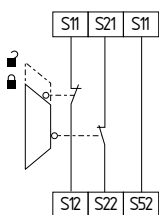

Fig. 12
**Circuito de monitorização de porta de protecção de dois canais com dispositivos de bloqueio conforme EN 1088 (ver Fig. 12)**